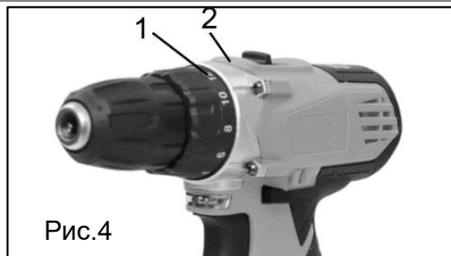

Рис.4
Шуруповёрт оснащен специальным вращающимся кольцом для установки ограничения крутящего момента. Для установки ограничения крутящего момента на вращающемся кольце нанесены цифры (1) (Рис. 4). Поверните кольцо до совмещения необходимой цифры со стрелкой (2) Для правильной установки используйте таблицу ниже.